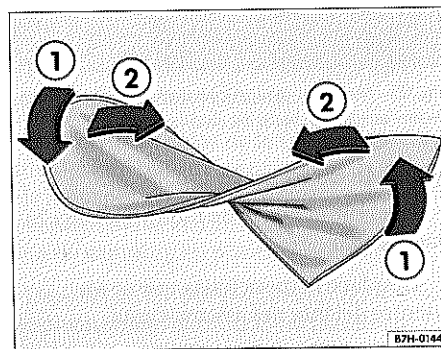

Fig. 28 Doblar los cubreventanas de las ventanas del conductor y del acompañante
- Sujete el cubreventanas desplegado de la ventanilla del conductor por los laterales ⇒ página 40, fig. 28 ① y gire las manos en sentidos opuestos.
- Junte las manos en el medio ②.
– Desdoble con cuidado los cubreventanas ⇒ página 40, fig. 28 para las ventanillas laterales de la puerta del conductor y del acompañante.